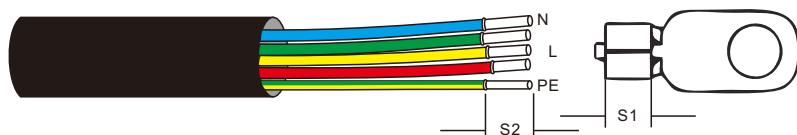

图3.25 剥开交流线缆
- 将交流线缆绝缘护套的末端剥去约125-150mm，然后剥去每根导线的末端（如图3.25所示）